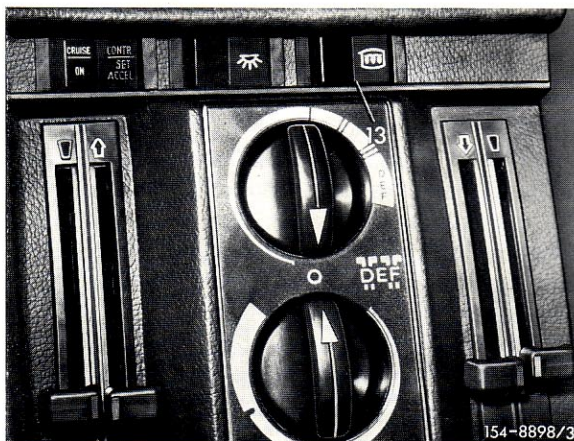

Bild 4
9 Vorhandene Wippschalter und oberen Zierstab der Abdeckung ausbauen. Perforiertes Loch für den Schalter (13) im Zierstab ausarbeiten (Bild 4). Anschließend Zierstab wieder an die Abdeckung montieren.